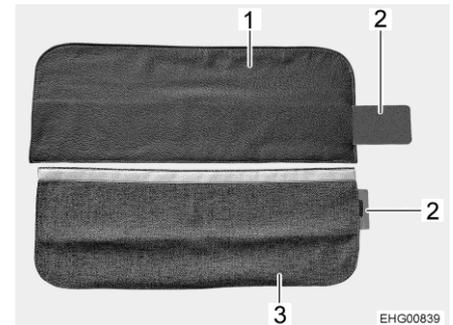

Fig. 62 Cubierta para cinturones de seguridad
La cubierta para cinturones de seguridad puede ser de cuero (Fig. 62,1) o de tela (Fig. 62,3).
- Introducir el refuerzo metálico (Fig. 62,2) completamente en el bolsillo de la cubierta para cinturones de seguridad (Fig. 62,1 o Fig. 62,3).